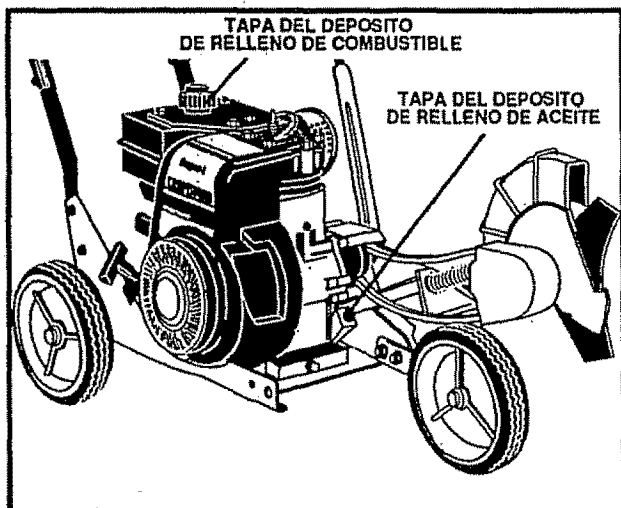

FIG. 7A
- Remueva la tapa del depósito del relleno del aceite (Fig. 7A).
Llene el estanque de combustible (vea la Fig. 7A) con gasolina de tipo automotriz, limpia, nueva y sin plomo. Asegúrese que el envase que está usando para vaciar la gasolina esté limpio y sin polvo u otras partículas extrañas. Nunca use la gasolina que pueda estar rancia debido a los largos períodos de almacenamiento en el envase.